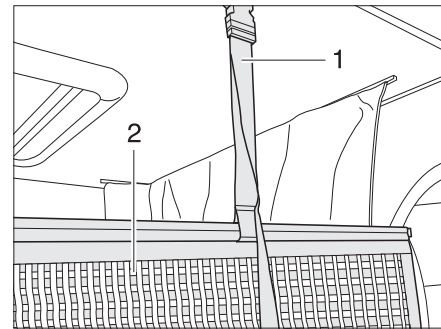

Bild 155 Fäste för skyddsnetet
Skyddsnetet (Bild 155,2) med fästremmarna befinner sig under madrassen. Skyddsnetet ska först monteras när personerna som ska sova där befinner sig på den höjbara sängen.
- Haka fast fästremmen (Bild 155,1) i hållarna i taket.